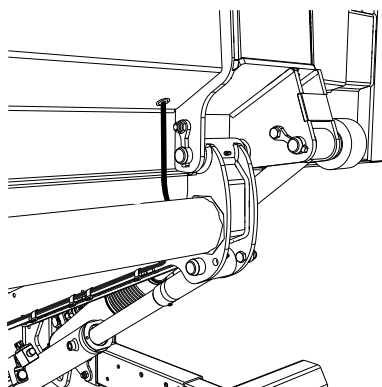
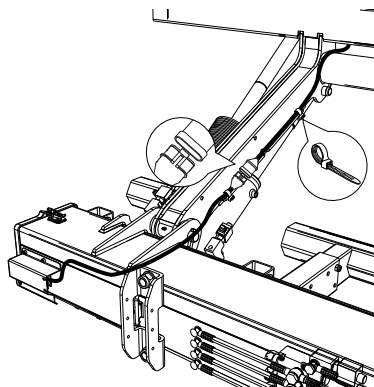
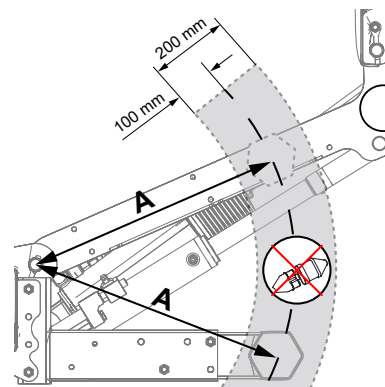

Abb.66. Montage der Verkabelung
Abb.67. Montage der Verkabelung
Abb.68. Positionieren des Schnellsteckverbinders
2. Verlegen Sie dann das Kabel und befestigen Sie es mit Kabelbindern gemäß Abb.66 und Abb.67. Der Schnellsteckverbinder muss so positioniert sein, dass er während der Hubarmbewegung nicht mit dem Unterfahrschutz kollidiert. Den Abstand (A) von der Mitte der Hubarmachse zur Mitte des Unterfahrschutzes messen, siehe Abb.68.
3. Denselben Abstand (A) am Hubarm messen, siehe Abb.68.
4. Ordnen Sie den Schnellsteckverbinder dann mindestens 100 mm inner- oder außerhalb des Messergebnisses (B) an, siehe Abb.68.